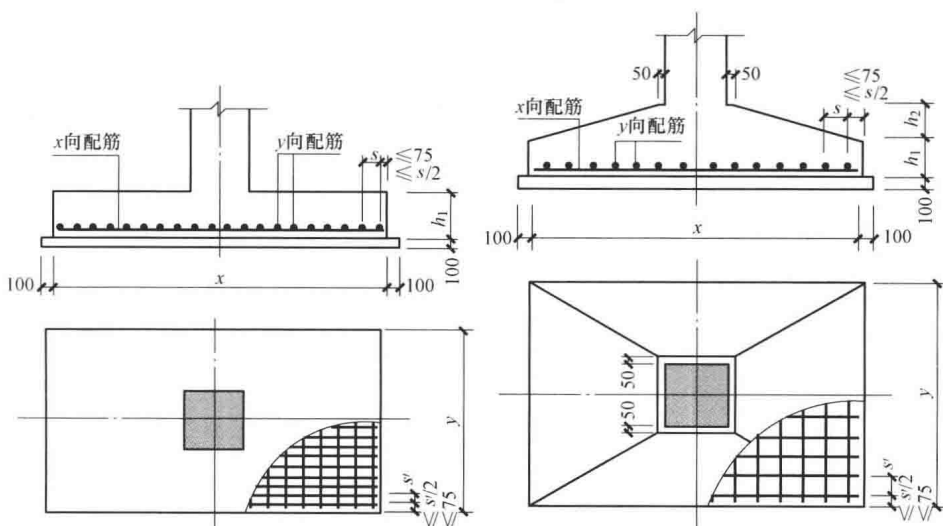

图 1-1 基础平面与剖面
(1) 当独立基础底部 x 向、 y 向宽度 $< 2500\text{mm}$ ，所有钢筋的计算长度为基础底板宽度减去两边保护层厚度；靠基础边缘的第一根钢筋离底板边满足 $\leq 75\text{mm}$ 且 $\leq s/2$ (s 为基础底部受力钢筋间距)，如图 1-1 所示。